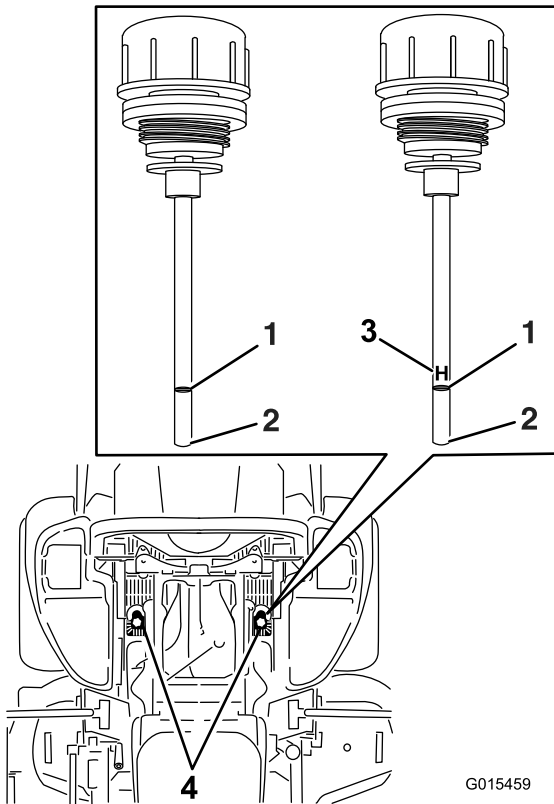

Figure 92
6. Nettoyez la surface autour des jauges des réservoirs du système hydraulique (Figure 92).
7. Sortez une jauge du réservoir hydraulique (Figure 92).
9. Resserrez la jauge et examinez l'extrémité (Figure 92).